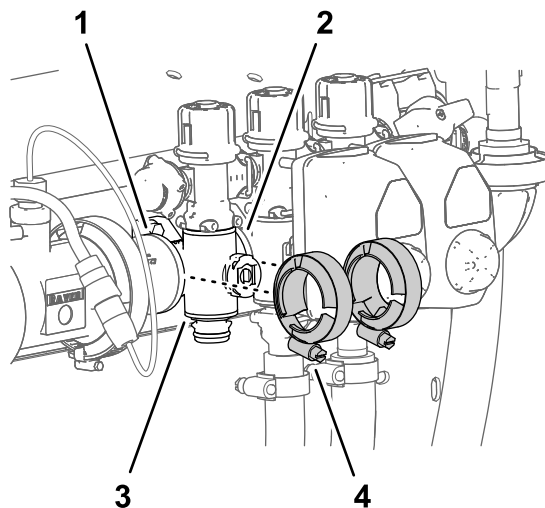

Bild 119
4. Befestigen Sie die Flanschklemmen, die Sie in Montieren des Abschnittverteilterventils \(Seite 87\) entfernt haben, lose an den Flanschen des Abschnittventilverteilers und an den Flanschen der anderen Abschnittventile und/oder am Kupplungsadapter (Bild 119).
7. Ziehen Sie die zwei Flanschklemmen mit der Hand an (Bild 119).